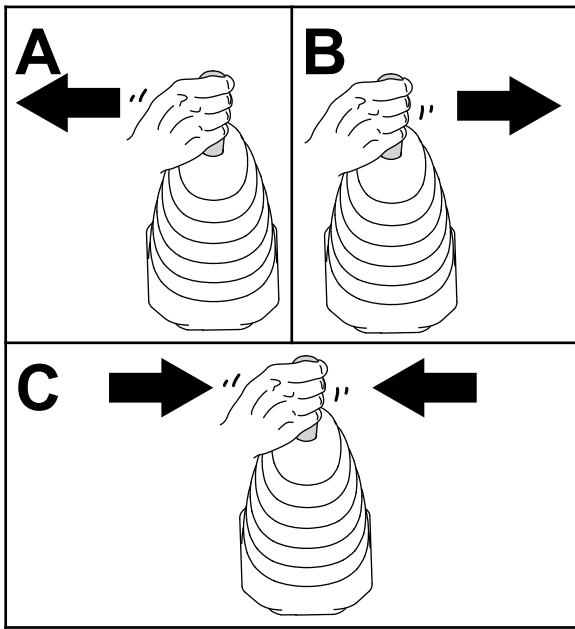

Рисунок 51
4. Переместите джойстик погрузчика влево, вправо, затем снова в НЕЙТРАЛЬНОЕ положение, чтобы сбросить давление в гидравлических соединителях (Рисунок 51).